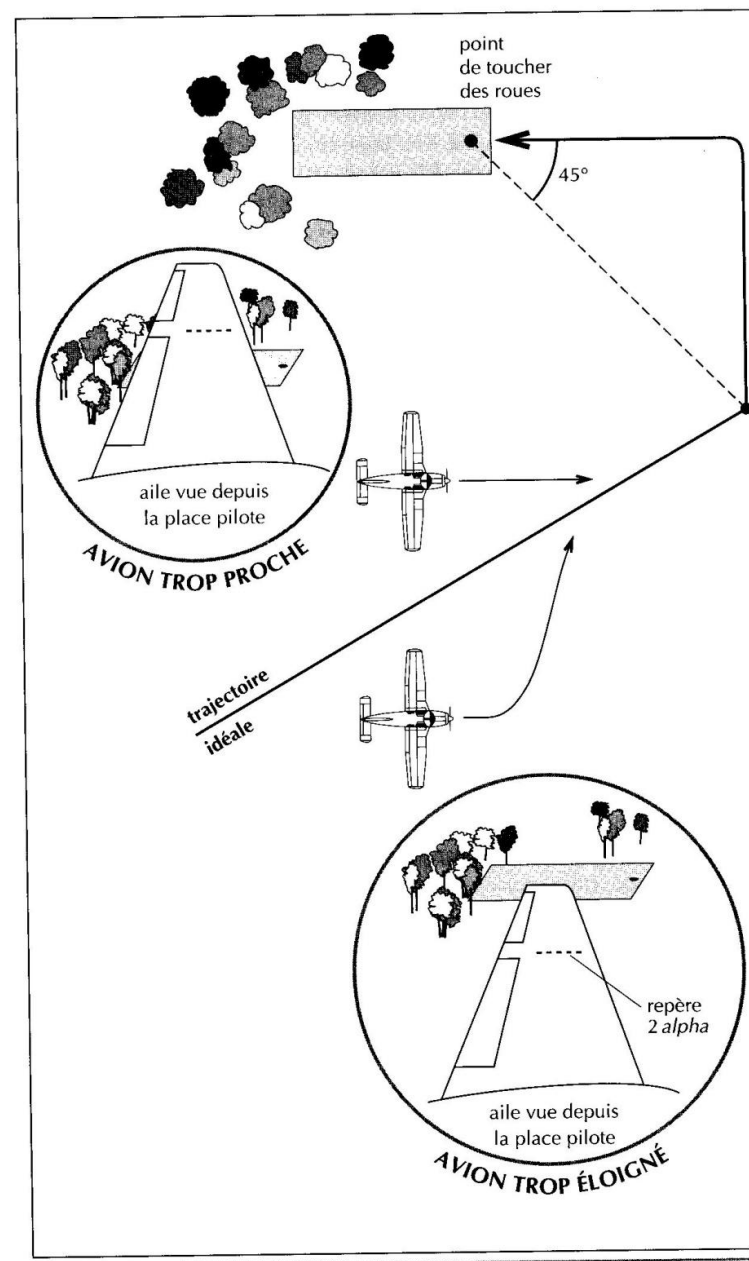

Fig. 7
- si l'avion est trop près de la piste, le pilote la verra en deçà du repère. Il faut alors que la trajectoire soit parallèle à la piste jusqu'à l'alignement avec le repère (voir **fig. 7 page 11**).